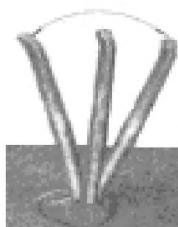

рис.2-24
**Рычаг замедленного хода (смотрите рисунок 2-24).**